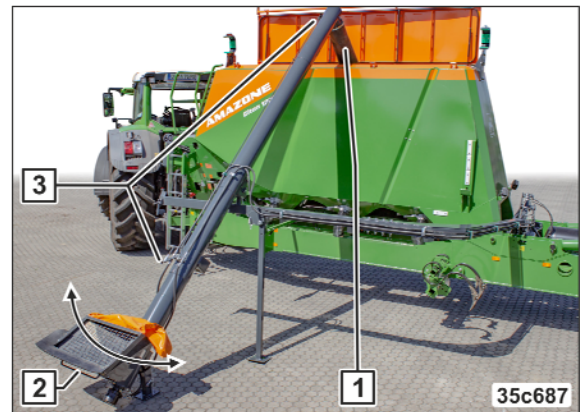

Bild 219
10. Ställ in påfyllningsskruvens varvtal via ventilen (Bild 219/3).
11. Ställ in utloppet (Bild 219/1) över önskad behållarkammare genom att svänga påfyllningsskruven i handtaget (Bild 219/2).